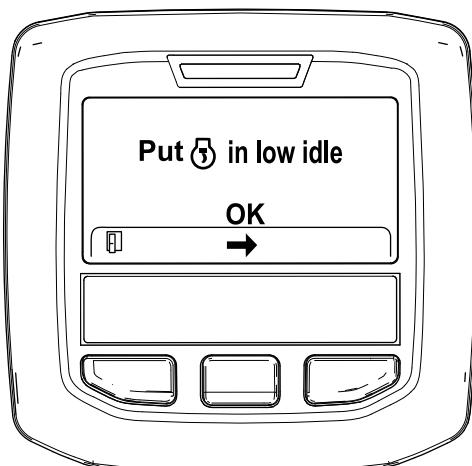

Figura 51
6. Spostate il comando dell'acceleratore in posizione di MINIMA INFERIORE e premete il pulsante centrale (Figura 51).